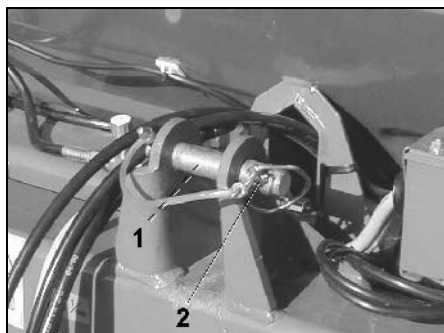

Fig. 21
- Toppstången kopplas med bult, (Kat. II) (Fig. 21/1) och säkras med fjädersprint. (Fig. 21/2).